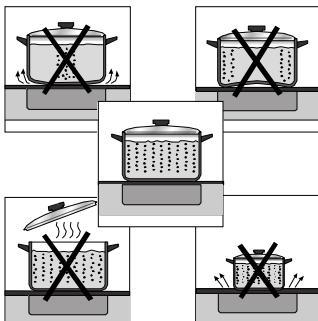

Fig. 7
- Los fondos desiguales alargan el tiempo de cocción y aumentan el consumo de energía, ver figura. Los recipientes deben tener el diámetro de la base lo más aproximado posible a la medida de la zona de cocción y estar centrados en ella, fig. 7